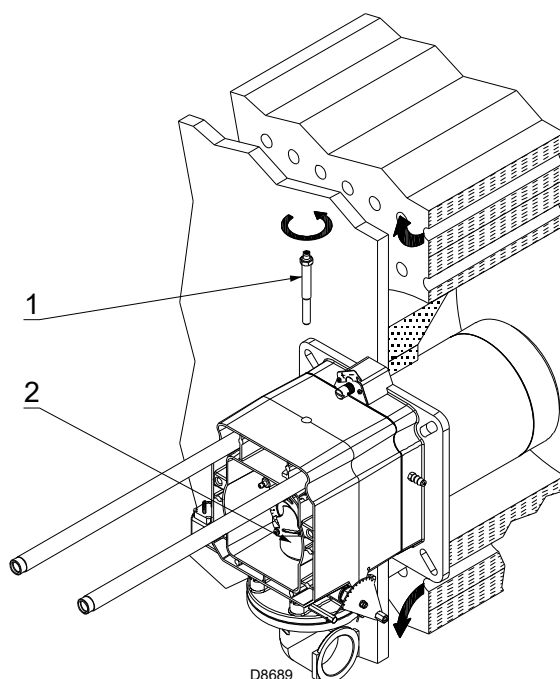

Fig. 12
- d'enlever la vis 1)(Fig. 12);
- d'extraire la partie interne 2)(Fig. 12) de la tête et de procéder à leur réglage.
À ce point de l'installation, la tête de combustion est fixée à la chaudière comme illustré dans la Fig. 12.